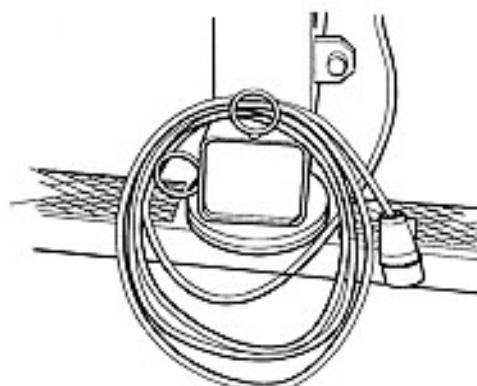

Bild 20 / Fig. 20
- ⇒ Netzkabel an der linken Halteöse einhängen (aufgerollt bei Nichtgebrauch) (Bild 20).